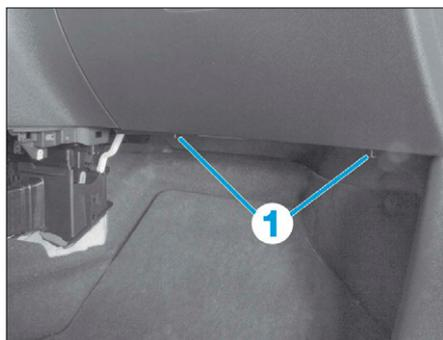

FIG. 12
- Déposer les agrafes (1) (Fig.12).